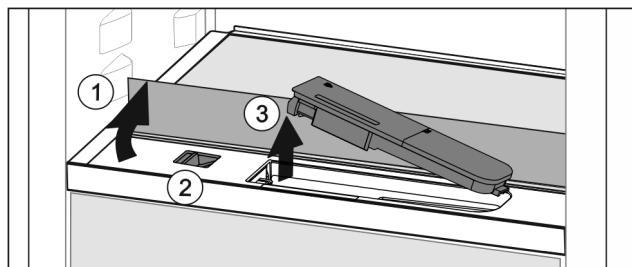

Fig. 127
- ▶ Nadvhnite sklenú dosku a až na doraz ju sklopte dozadu Fig. 127 (1).
- ▶ Potlačte posúvač Fig. 127 (2) doľava.
- ▶ Vyberte nádržku na vodu Fig. 127 (3).